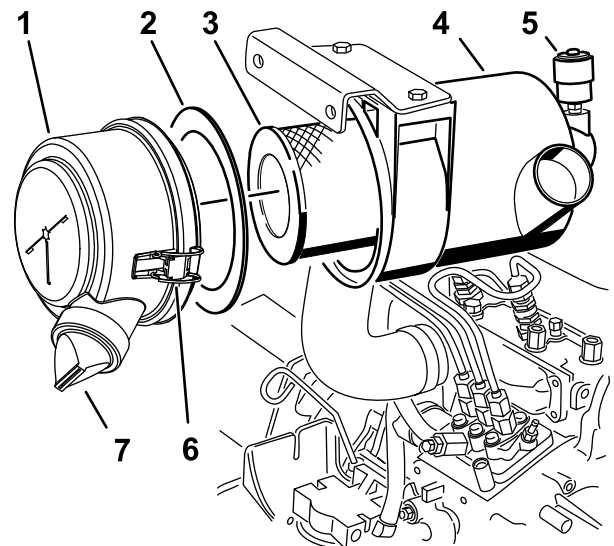

Figura 66
3. Revise el filtro del limpiador de aire (Figura 66).